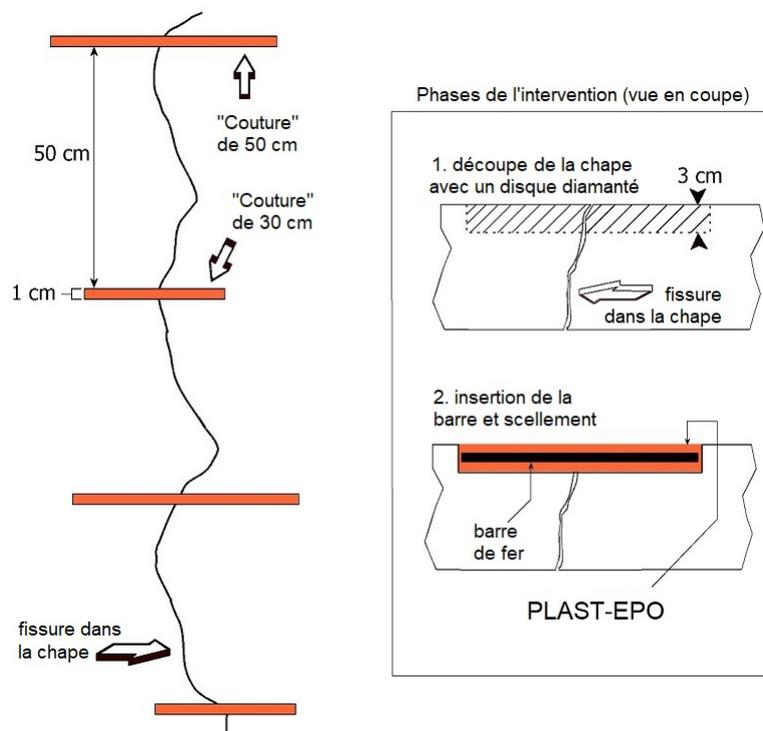

Fig. 1 - Coudon d'une fissure en MOUVEMENT
- La jointure peut être la même que celle de la méthode utilisée pour les FISSURES MOBILES (voir le paragraphe correspondant et la Figure 1) s'ils sont suffisamment pris pour avoir épuisé la plus grande partie du retrait hygrométrique (environ 1 mois pour